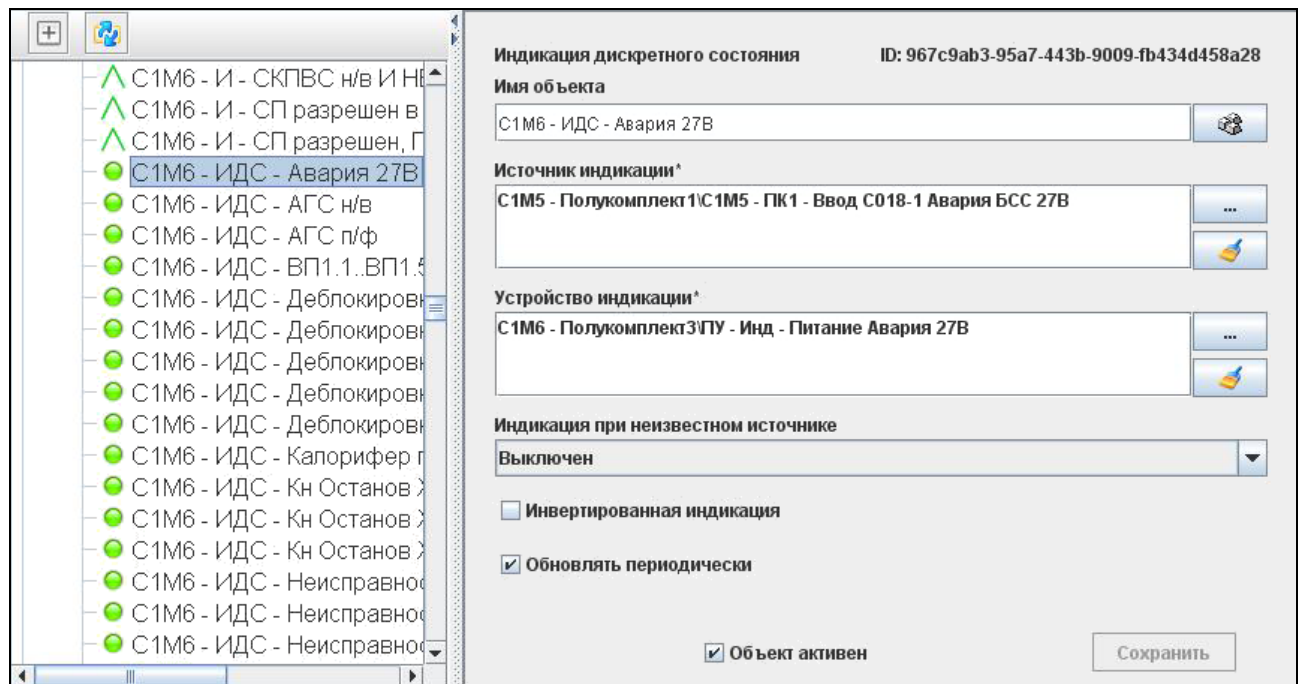

Рисунок 25 — Элемент «Индикация дискретного состояния»
3.10.28.1. Служит для отображения состояния какого-либо устройства, принимающего дискретные значения состояния (включен/выключен), другим устройством (например, диодным индикатором), поддерживающим возможность включения, выключения и мигания (рис. 25).